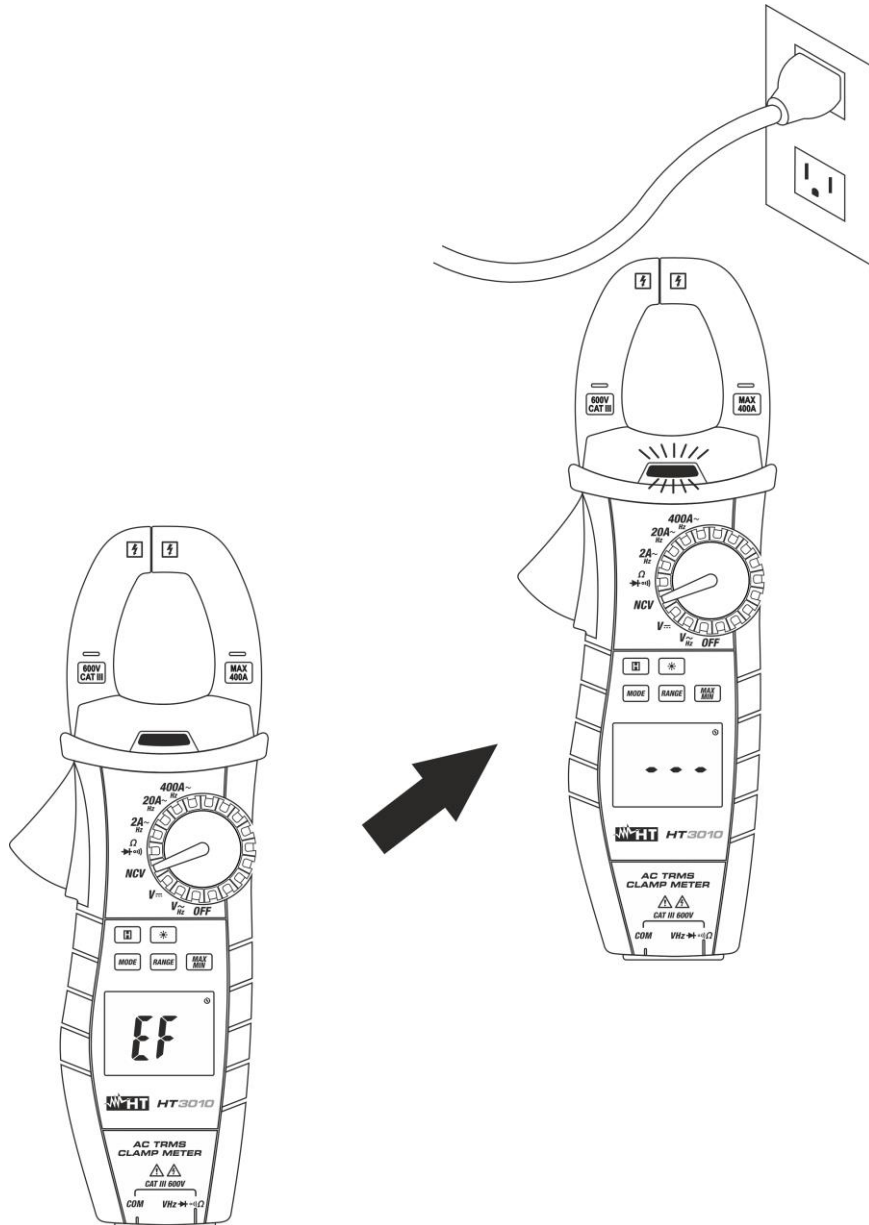

Fig. 4: Detección de Tensión CA sin contacto (NCV)
2. Mueva el instrumento a cerca del punto en examen (ver Fig.4)